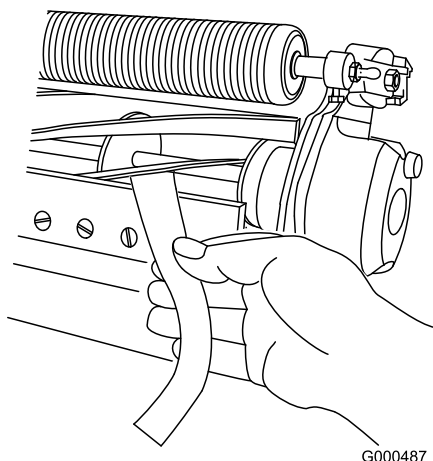

Figura 11
3. En un extremo del molinete, inserte una tira larga de papel de periódico entre el molinete y la contracuchilla (Figura 11). Mientras gira el molinete lentamente hacia adelante, gire en el sentido de las agujas del reloj el tornillo de ajuste de la barra de asiento en el mismo extremo del molinete, un clic a la vez, hasta que el papel quede ligeramente aprisionado cuando se inserta desde delante, paralelo a la contracuchilla. Se notará una ligera resistencia al tirar del papel.
5. Cuando termine el ajuste, compruebe si el molinete 'pellizca' un papel cuando se inserta desde delante, y si corta el papel cuando se inserta perpendicular a la contracuchilla (Figura 11). Debe ser posible cortar el papel con un contacto mínimo entre la contracuchilla y las cuchillas del molinete. Si se nota una resistencia excesiva del molinete, será necesario afilar o amolar la unidad de corte para conseguir los filos necesarios para un corte de precisión (consulte el Manual de afilado de molinetes de Toro).